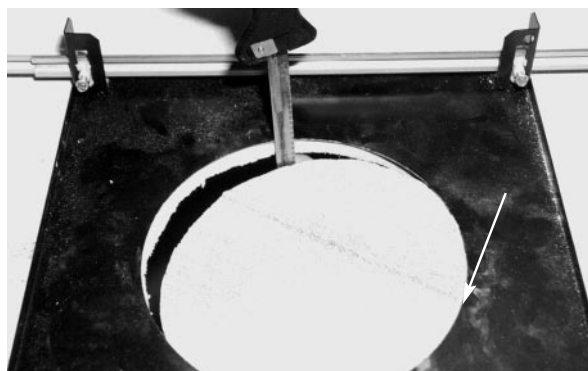

Figura 6 Corte el panel de techo
4. Corte un orificio en el panel de techo, utilizando el soporte como plantilla (FIGURA 6).